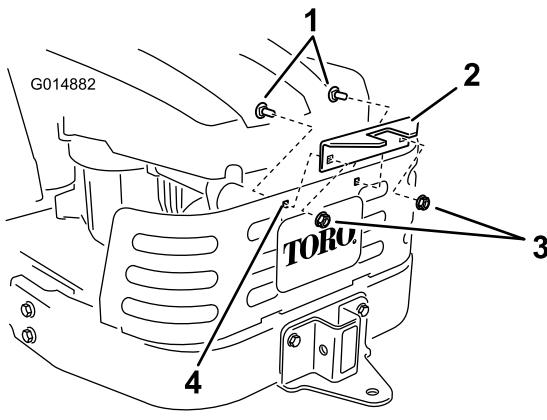

Bild 12
4. Montieren Sie den Rahmen des Heckfangsystems an der Stützhalterung. Befestigen Sie den Rahmen des Heckfangsystems mit einem Lastösenbolzen (1/2 x 2-1/4 Zoll) und einem Splint (Bild 12).